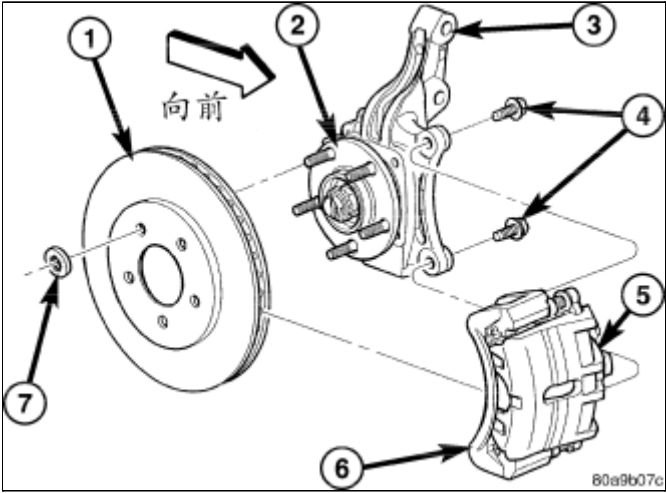

图 3 前制动器装配
6. 拆卸将两个前盘式制动器制动钳适配器连接转向节到螺栓（4）\(图 3\)。